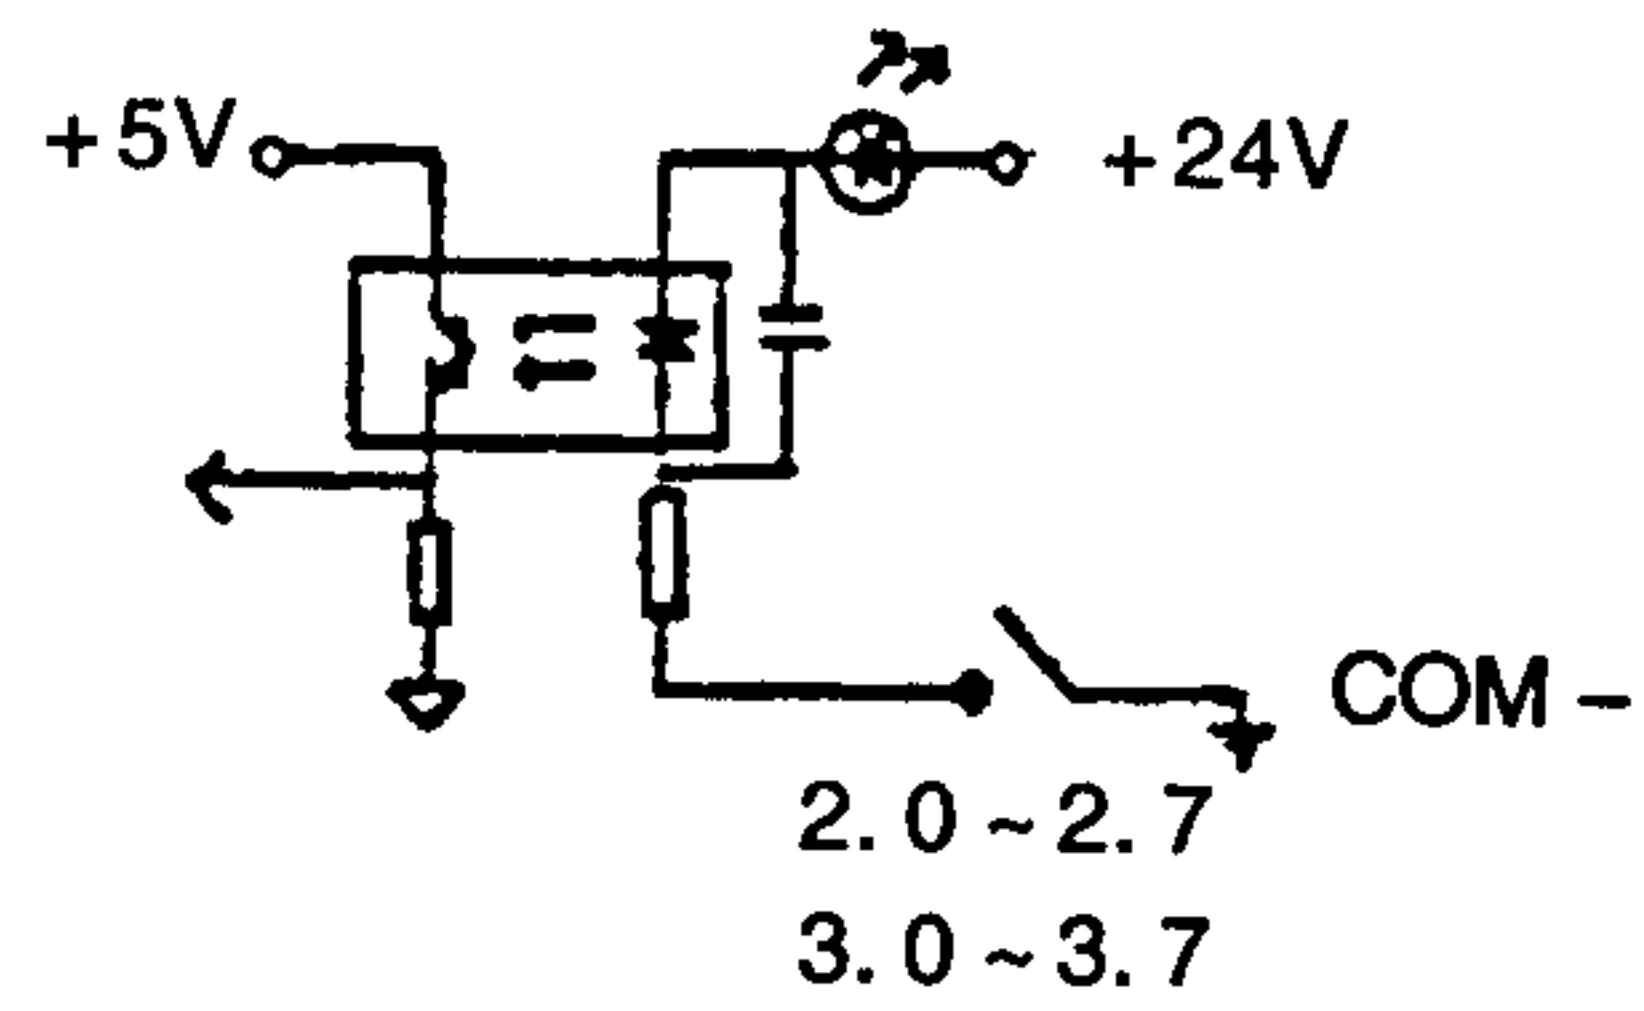

图 3 INPUT(输入接口)
3.1 上部为输入端子，地址从 2.0 ~ 3.3，共 12 路，COM – 为公共端，所有输入均为直流 24V 低电平有效，亦即任何一路与 COM – 连通，即为该路有输入信号，每路均有 LED 指示。输入部分接口形式见图 3。
每路输入形式同 3.1 所述,且每路均有 LED 指示,参见图 3。